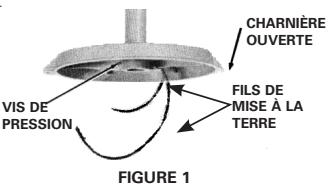

FIGURE 1
- Suspension, montant et garniture quadruple : Mettre en place solidement sur le conduit de grosseur PTN appropriée. Fixez solidement la vis de réglage située dans l'entrée du conduit. Voir la figure 1.